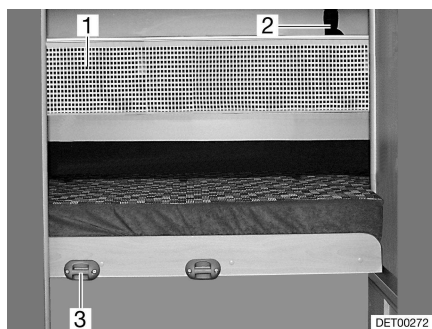

Fig. 53 Red de seguridad
- Enganchar la escalera de ascenso con los largueros en el soporte (Fig. 53,3) en el panel.
La red de seguridad (Fig. 53,1) viene de serie entre el colchón y el somier. Apenas extender la red de seguridad cuando la persona ya se encuentre en la cama.
- Engatillar las cintas de sujeción (Fig. 53,2) en los soportes en el techo.